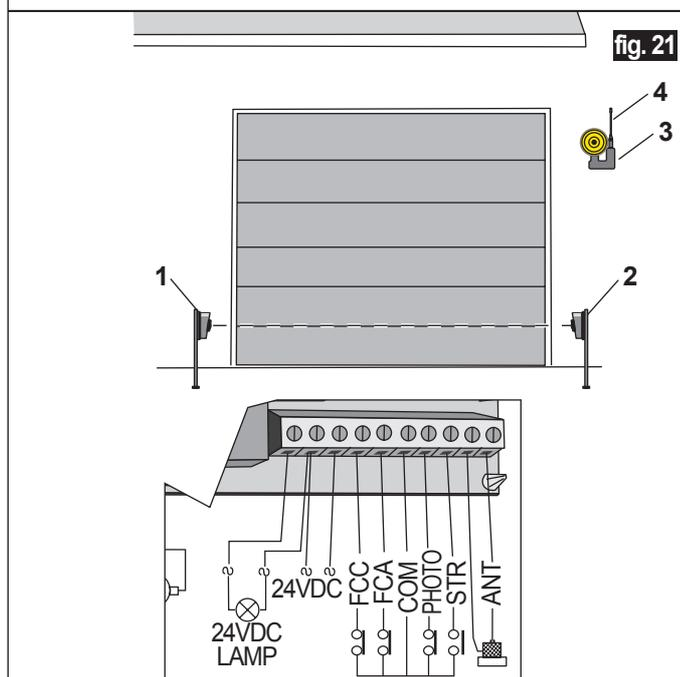

fig. 21
- Monter les cellules photoélectriques pour la sécurité en phase de fermeture (**Fig.21-réf.1** et **2**) ; les connecter en suivant les instructions du dispositif utilisé.
- Monter et raccorder la lampe clignotante signalant le mouvement de la porte et l'antenne (**Fig.21-réf.3** et **4**) en suivant les instructions du dispositif utilisé.